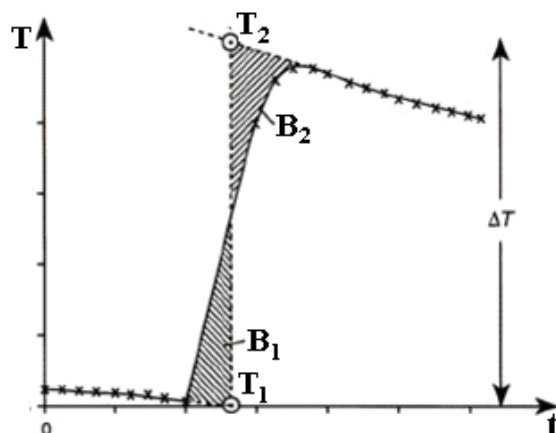

Рис.2. Примерный вид графика зависимости температуры от времени
Для определения разности температур ΔT рекомендуется построить график зависимости температуры цилиндра от времени $T(t)$. На рис. 2 представлен примерный вид графика зависимости $T(t)$. Вид графика свидетельствует о том, что пока вращают рукоятку, цилиндр нагревается, а после прекращения вращения тепловая энергия непрерывно выделяется в окружающую среду.
Так как нагрев цилиндра происходит не мгновенно, и цилиндр не теплоизолирован, то в процессе его нагревания будут иметь место потери энергии из-за теплообмена с окружающей средой. Для того чтобы это учесть для определения ΔT используют следующий метод. Экстраполируют левый и правый прямолинейные участки графиков зависимости температуры от времени так, как показано на рис. 2. Затем проводят вертикальную линию, параллельно оси температур таким образом, чтобы получились две равные по площади части B_1 и B_2 . Разность ординат $T_2 - T_1$ для точек пересечения экстраполированных прямых линий с построенной вертикальной прямой и будет равняться искомой разности температур ΔT .
11. После прекращения вращения значения температуры снова фиксируются через каждые 30 секунд. На этой стадии измерений температура медленно убывает (рис. 2). Результаты измерений занесите в таблицу.
13. По графику зависимости температуры T от времени t определите $\Delta T = T_2 - T_1$ как показано на рис.2.
14. Рассчитайте количество теплоты, полученное цилиндром по формулам (5)-(7), используя при расчетах теплоемкости табличное значение удельной теплоемкости выбранного цилиндра, его массу m и графически определенное значение ΔT .
15. Рассчитайте работу силы трения, используя соотношение (4).